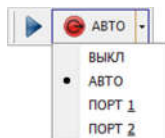

Рисунок 2.100 – Режимы управления мощностью СВЧ
2.3.2.9.3 Выбор режима управления мощностью производится из подменю кнопки «Управление мощностью СВЧ», либо через кнопку «Измерения» главного меню «Управление» (рисунок 2.100).